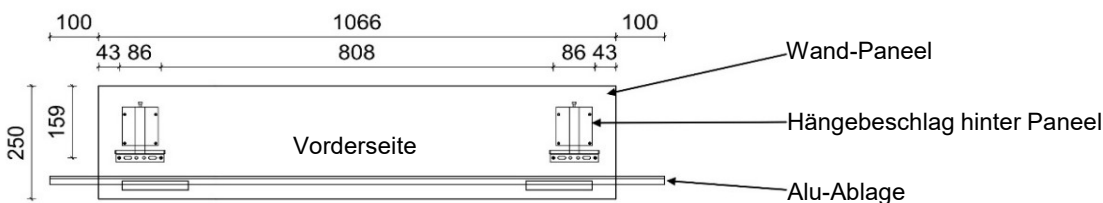

Abb. 1: Bohrmaße von Wand-Paneel-Außenkanten für Aufhängeschienen
1. Bohrmaße für Aufhängeschienen Abb. 1 an Zimmerwand übertragen.